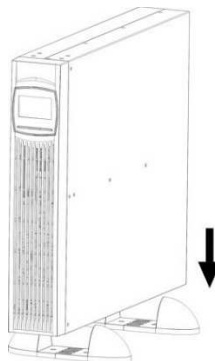

Figura 8: Installazione di un modello combi Rack-Tower come Tower
5. Per l'installazione di un modello combi Rack-Tower come Tower inserire il sistema UPS dall'alto in entrambi i piedini (cfr. Figura 8). Fare attenzione a mantenere la maggiore distanza possibile fra i piedini per garantire un'elevata stabilità. Per l'installazione di pacchi batterie supplementari dei modelli combi Rack-Tower utilizzare le prolunghe supplementari per i piedini del Tower.